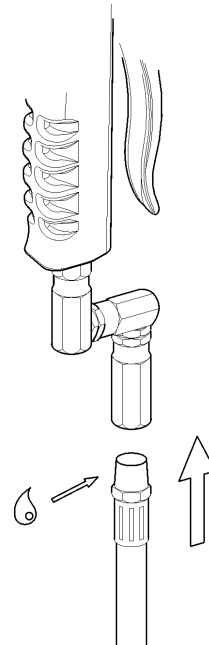

Fig. 3
2. Thread the dispensing hose to the inlet swivel of the hose end meter using sealing material (fig 3).
2. Rosque la manguera de suministro a la rótula de entrada de la pistola contadora usando sellador (Fig. 3).